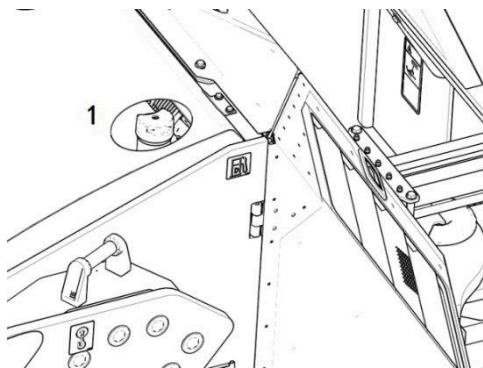

Рис. 3-2 Топливный бак
1. Топливный бак – Заправка топливом (Рис. 3-2)